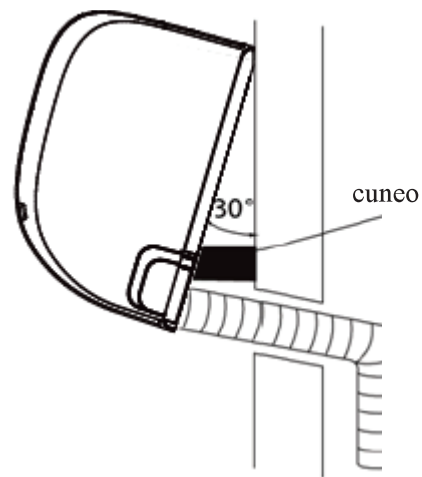

Fig.3.13
2. Usare una staffa o un cuneo per puntellare l'unità, lasciando abbastanza spazio per collegare il tubo refrigerante, il cavo di segnale e il tubo di scarico. Far riferimento alla **Fig. 3.13** come esempio.